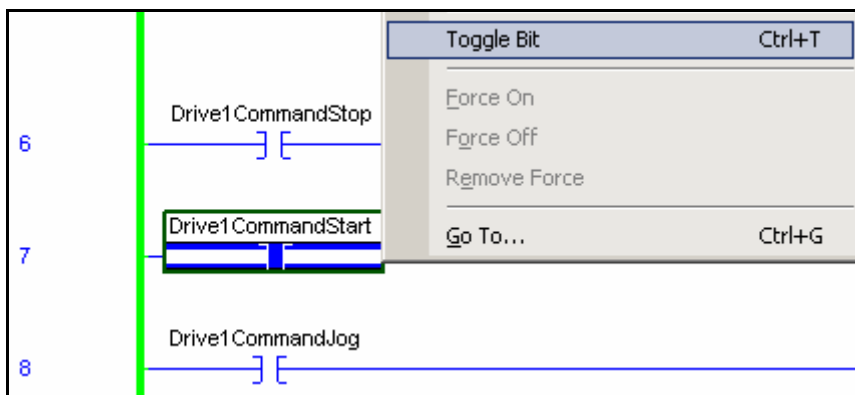

图 3-94 触发起动位
36. 将标签 Drive1Reference 值设为 300，即将变频器给定频率设为 30Hz。右键单击 Drive1CommandStart，并选择 Toggle Bit（触发该位），起动控制程序，如图 3-94 所示。变频器以设定频率 30Hz 运行。